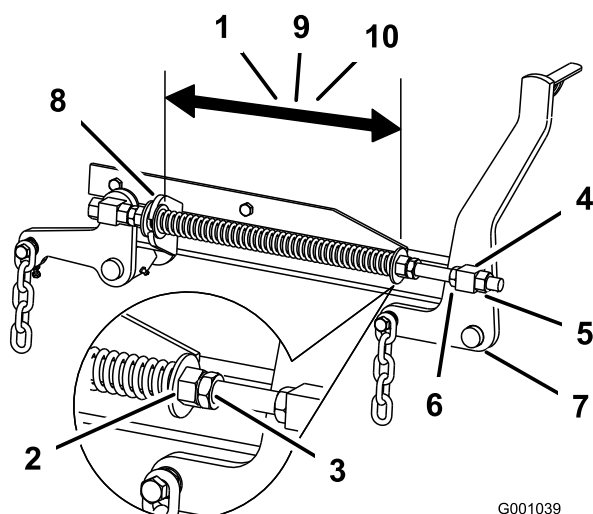

Figure 70
coupe de 60 pouces, ou de 29,2 cm (11,5") pour les tabliers de coupe de 72 pouces (Figure 70).
- Régalez cette distance en desserrant l'écrou de blocage du ressort et en tournant l'écrou devant chaque ressort (Figure 70). Tournez l'écrou dans le sens horaire pour raccourcir le ressort, et dans le sens inverse pour l'allonger.
- Bloquez l'écrou en position en serrant l'écrou de blocage du ressort (Figure 70).